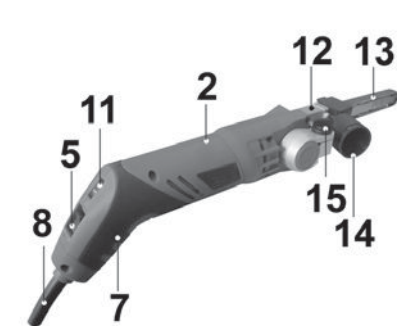

Рис. 6
7.4.1. Для эффективного пылеудаления рекомендуется использовать при работе с машиной пылесос. Установите адаптер пылесоса (14) на суппорт (12) машины, как показано на Рис. 6.